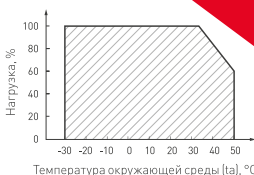

Рис. 1. Максимальная допустимая нагрузка, % от мощности источника
- 4.3. Не нагружайте источник питания более чем на 80% от его максимальной мощности. Учитывайте, что с повышением температуры окружающей среды максимальная мощность источника питания снижается, см. график зависимости на рис. 1. При невозможности обеспечить свободное пространство используйте принудительную вентиляцию.